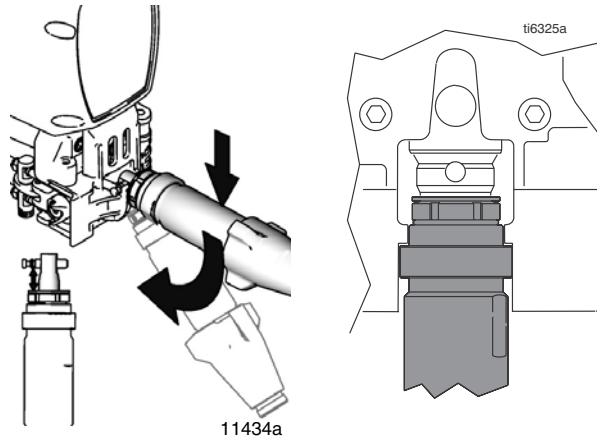

FIG. 20
1. FIG. 20. Ajuster la tige de piston par rapport au porte-goupille pour extraire la tige de piston. Taper la tige de piston sur une surface dure pour enfoncer la tige.